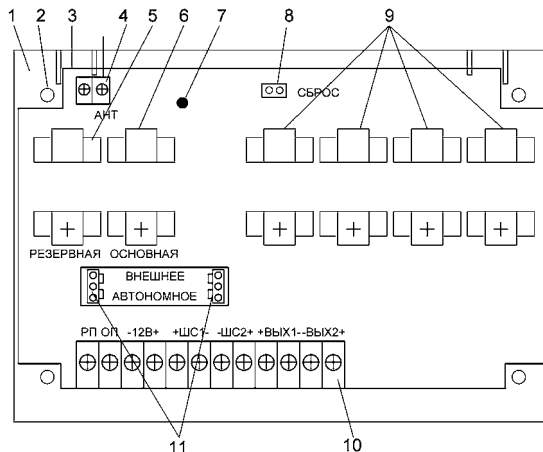

Рисунок 1 – БКВ-РК со снятой крышкой
1.7 Электропитание БКВ-РК осуществляется либо от внешнего источника питания номинальным напряжением 12 В, либо от размещенных в корпусе БКВ-РК батарей типа CR123A – основной, резервной и четырех дополнительных. Выбор питания осуществляется установкой перемычек в соответствующее положение (см. рисунок 1).